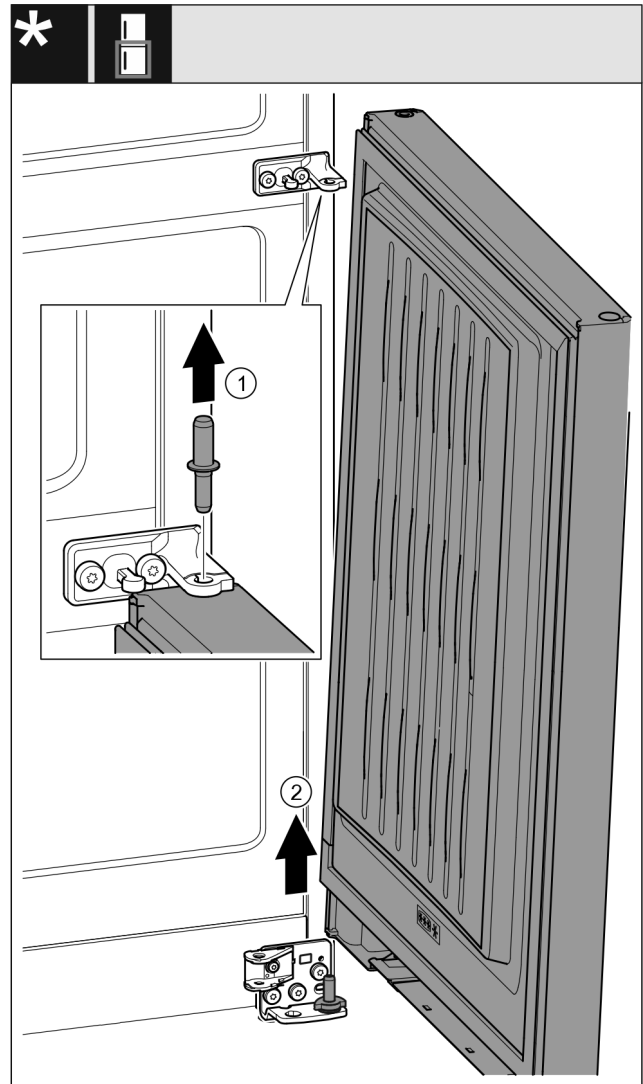

Fig. 27 Cu amortizor de închidere*
- Extrageți în sus boltul Fig. 27 (1).*
- Pivotați ușa Fig. 27 (2) în exterior, trageți în sus și așezați-o în lateral.*